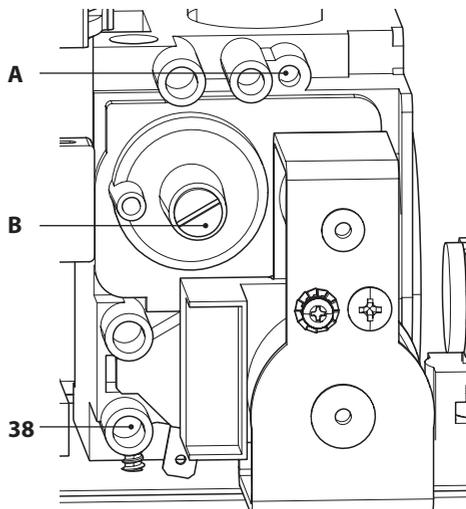

Figura 7.5
- Con la caldera apagada (fuera de servicio), compruebe la presión de alimentación usando la toma 38 en la Figura 7.5 y compare el valor indicado con los mostrados en la tabla Presiones de alimentación de gas en la sección "Datos técnicos" de la pág. 30.
- Vuelva a cerrar bien la toma de presión 38 en la Figura 7.5.
- Para calibrar el CO_2 de la caldera (presión del gas en el quemador) desenrosque completamente el tapón de protección de latón **B** y regule el tornillo Allen \varnothing 4 mm situado debajo Figura 7.5: girando en el sentido de las agujas del reloj el CO_2 aumenta.
- Si los dos datos no coinciden, ajuste el tornillo de regulación de máximo RQ (A en la Figura 7.5) de la válvula de gas y calibre el CO_2 al valor indicado en la tabla "Datos en agua sanitaria" sección "Datos técnicos M262.2025SB/T" en la pág. 30 y sección "Datos técnicos M262.3035SB/T" en la pág. 34. Girando en el sentido de las agujas del reloj el CO_2 se reduce.